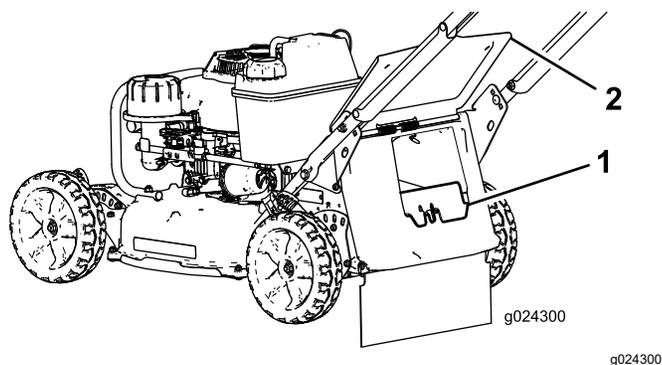

Figure 19
- Si l'obturateur de goulotte arrière n'est pas en place, saisissez-le par la poignée, soulevez le volet arrière, et insérez-le dans la goulotte arrière jusqu'à ce que le verrou s'enclenche; voir Figure 19.
1. Volet arrière      3. Cran (2)
2. Extrémité de la tige du bac (2)
3. Retirez l'obturateur d'éjection arrière en appuyant sur le verrou avec le pouce et en tirant l'obturateur hors de la machine (Figure 19).